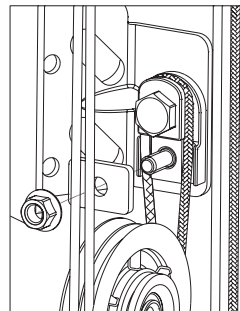

Рис. 18.3.
- закрепить трос к фиксатору прижимной пластиной при помощи гайки и болта (рис. 18.3);